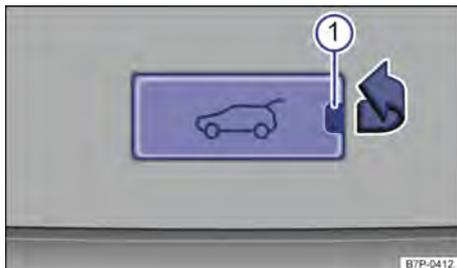

Fig. 90 No compartimento de bagagem: cobertura do destravamento de emergência da tampa do compartimento de bagagem.
- Retirar a cobertura na área inferior do revestimento interno da tampa do compartimento de bagagem na direção da seta → Fig. 90. Para isso inserir um objeto adequado, por exemplo, uma chave de fenda fina, no entalhe  da cobertura.
- Inserir objeto adequado totalmente à direita na abertura e pressionar a alavanca de destravamento → Fig. 90  em direção da seta para destravar a tampa do compartimento de bagagem.